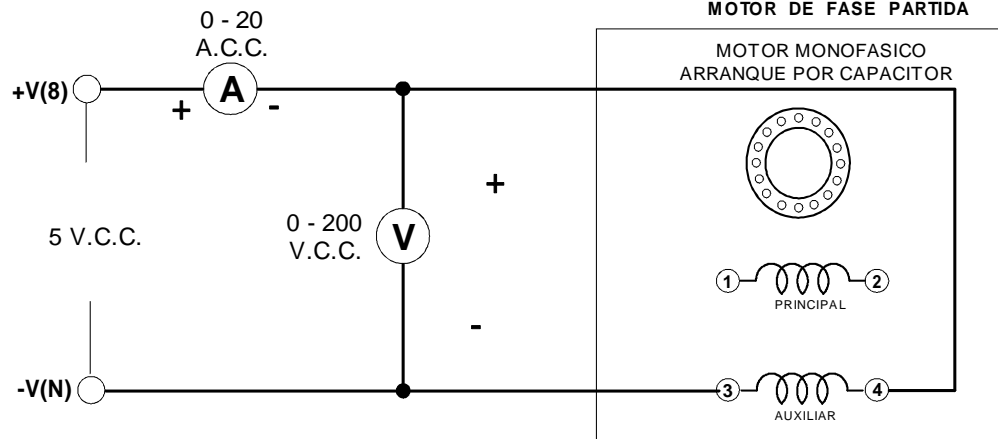

Fig. A9-2
8.- Reduzca la tensión a cero y desconecte la fuente de alimentación. Conecte el circuito ilustrado en la figura A9-2.